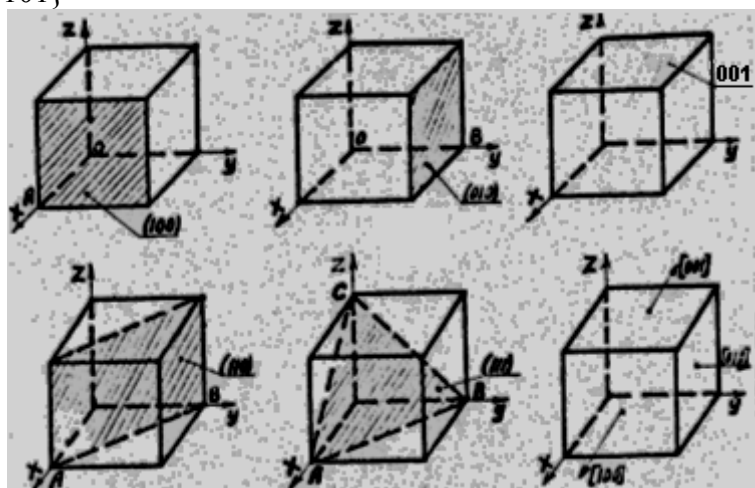

Рисунок 1.3 - Примеры обозначения направлений и кристаллографических плоскостей в кубических кристаллах с помощью индексов Миллера.
Чтобы задать направление в кристалле, за начало системы координат принимают одну из вершин (узел) элементарной кристаллической ячейки, а в качестве осей принимают ребра, сходящиеся в этой вершине. Эти оси называют кристаллографическими и обозначают X, Y, Z (рисунок 1.3). Длины ребер элементарной ячейки называют осевыми единицами. Если взять плоскость в кристалле, которая пересекает кристаллографические оси x, y, z в точках A, B, C , то она отсекает на осях x, y, z отрезки OA, OB, OC . За единицу измерения этих отрезков берут постоянную решетки, условно принятую за единицу. Находят обратные значения этих отрезков. Полученные обратные величины $1/OA, 1/OB, 1/OC$ приводят к общему знаменателю, затем знаменатель отбрасывают. Полученные числа называют индексами Миллера. Индексы Миллера в круглых скобках, например, $(111), (110), (100)$ обозначают расположение плоскости в кристалле. Если плоскость в кристалле не пересекает кристаллическую ось, то индекс Миллера - ноль. Для семейства параллельных плоскостей в кристалле и отстоящих на параметр решетки индексы Миллера одинаковы и заключаются в фигурные скобки, например $\{100\}, \{101\}$
Таким образом, ориентация плоскости задаётся величинами обратными длинам отсекаемых отрезков. Направления кристаллографических осей записывают о помощью индексов Миллера, заключенных в квадратные скобки. Например, направление оси X - $[100]$. Семейство параллельных направлений обозначается так $\langle 100 \rangle, \langle 101 \rangle$. Знак минус над индексом соответствует отрицательному отрезку $(010), (001)$ (рисунок 1.3).